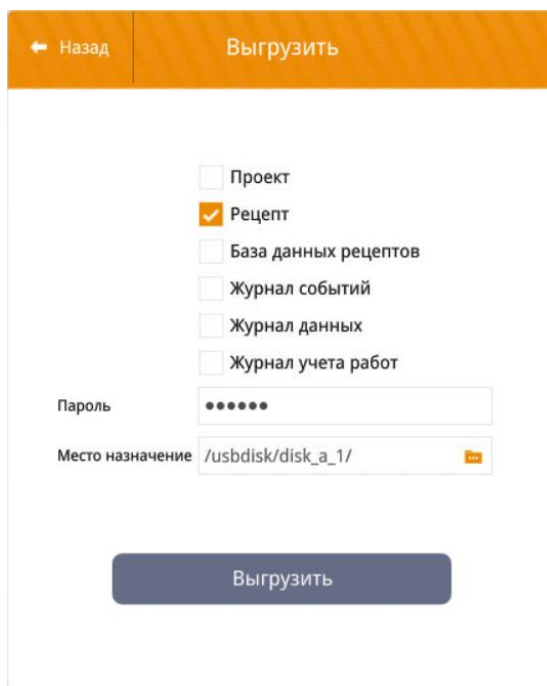

Рисунок 7.6 – Окно «Выгрузить»
13. В окне «Выгрузить» (рисунок 7.6) установить значения в поле: «Рецепт». Выбрать каталог сохранения настроек на USB Flash-накопителе или SD-карте памяти, нажав символ (). Ввести пароль в поле «Пароль:» (по умолчанию 111111). Примеры пути к файлу на USB Flash-накопителе или SD-карте памяти для сохранения журнала архивных сообщений: